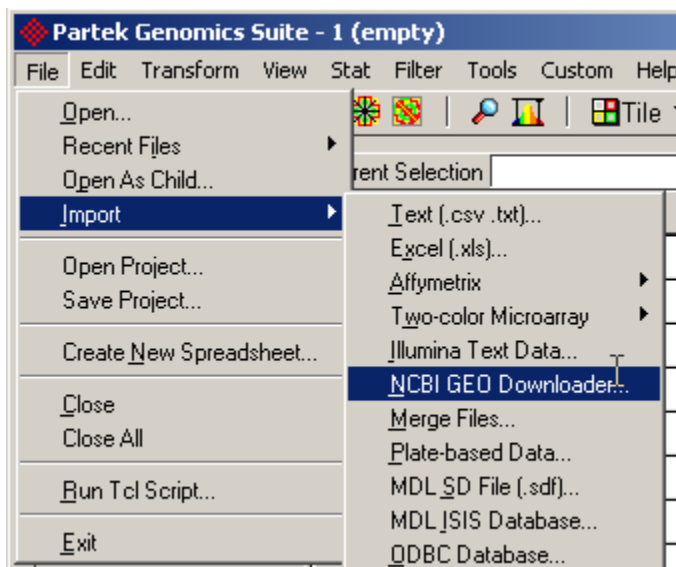

Figure 4. 56: Invoking the NCBI GEO Downloader
- Select **File > Import > NCBI GEO Downloader...** from the main menu (Figure 4. 56)